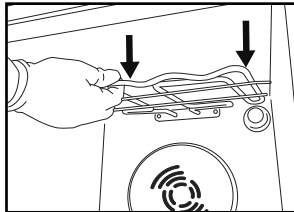
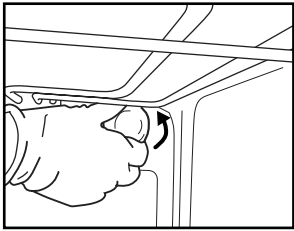

Fig. 4
Fig. 5
2. Tire de la resistencia ligeramente hacia fuera (Fig. 4) y bájela (Fig. 5).
2. Desatornille la tapa de la bombilla (Fig. 5), cambie la bombilla (véase la nota para el tipo de bombilla) y vuelva a atornillar la tapa.